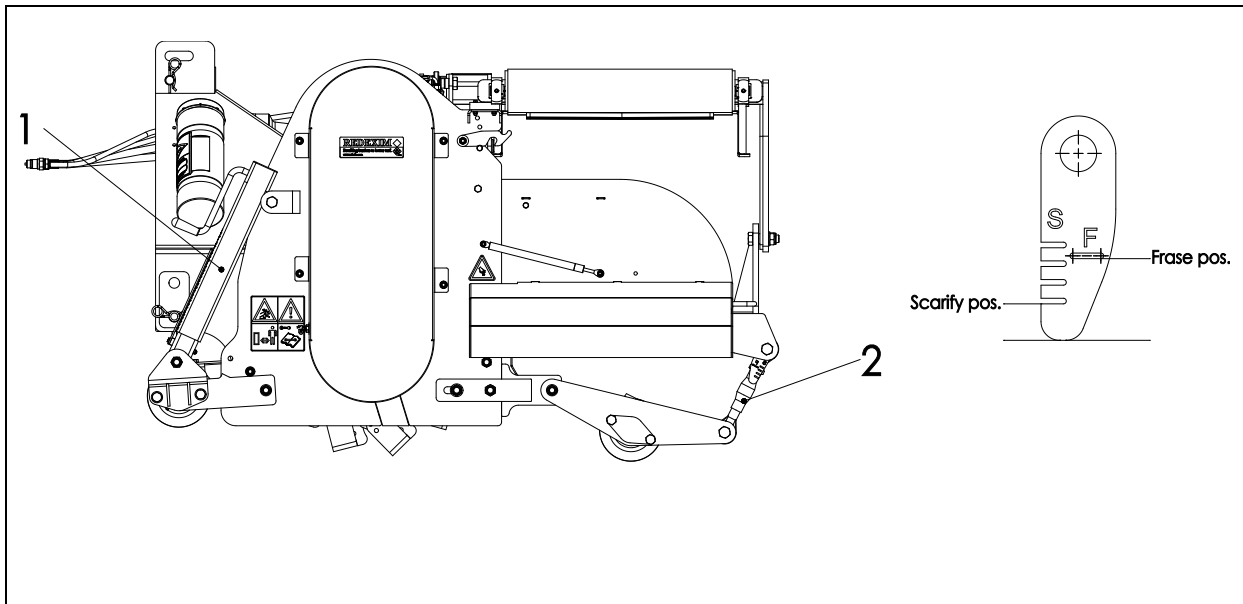

Abb. 11
1. Stellen Sie die hinteren Spindeln 2 in die Fräsposition (Fräse pos.). Richten Sie sich dabei nach der Anzeige (siehe Abb. 11) und blockieren Sie diese durch Anziehen der Gegenmutter.
1. Stellen Sie die beiden hinteren Spindeln 2 in die Vertikutierposition (Scarify pos.). Richten Sie sich dabei nach der Anzeige (siehe Abb. 11) und blockieren Sie diese durch Anziehen der Gegenmutter.